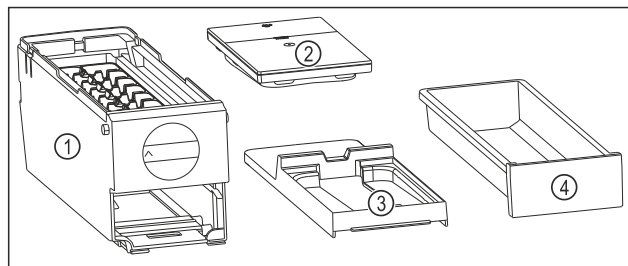

Fig. 113 Componentes del EasyTwist-Ice
- El EasyTwist-Ice está desmontado en cuatro piezas. (consulte Fig. 113)
- Desmontar el EasyTwist-Ice solo en los componentes mostrados. (consulte Fig. 113)
- Limpiar el cuerpo del EasyTwist-Ice Fig. 113 (1) en su totalidad.